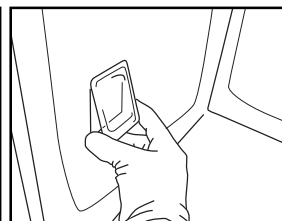

Fig. 7
5. Hold lampedekslet i riktig posisjon og trykk det mot veggen i apparatet, slik at det smekker på plass (Fig. 7).